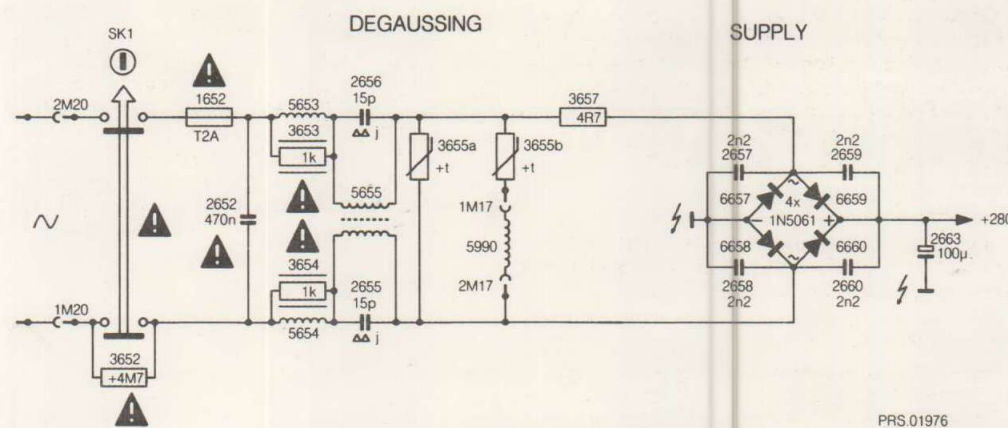

Fig. 2.15
2.4 Automatische demagnetisering (fig. 2.15)